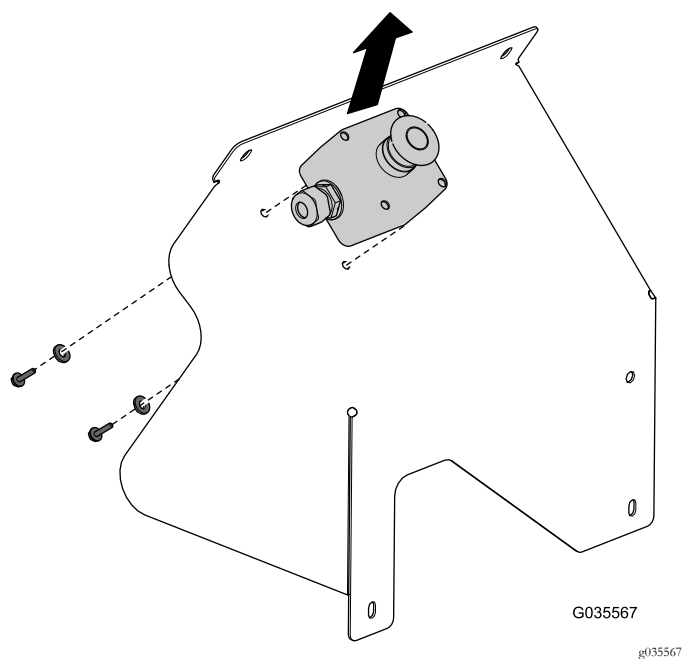

Рисунок 2
6. Снимите кнопку аварийного останова в сборе с крышки (Рисунок 2).